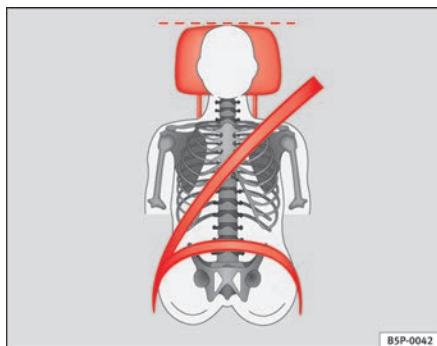
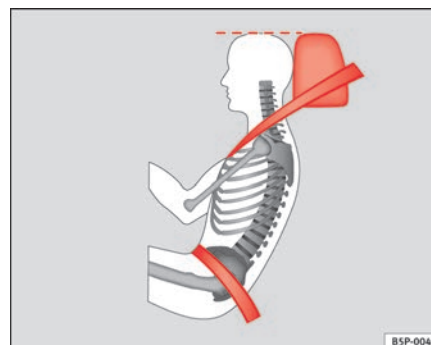

Fig. 92 Visto de frente: apoyacabezas y cinturón ajustados correctamente
Fig. 93 Visto de lado: apoyacabezas y cinturón ajustados correctamente
- Ajuste el apoyacabezas de modo que el borde superior del mismo quede a la misma altura que la parte superior de la cabeza, como mínimo a la altura de los ojos. ⇒ fig. 92 y ⇒ fig. 93.